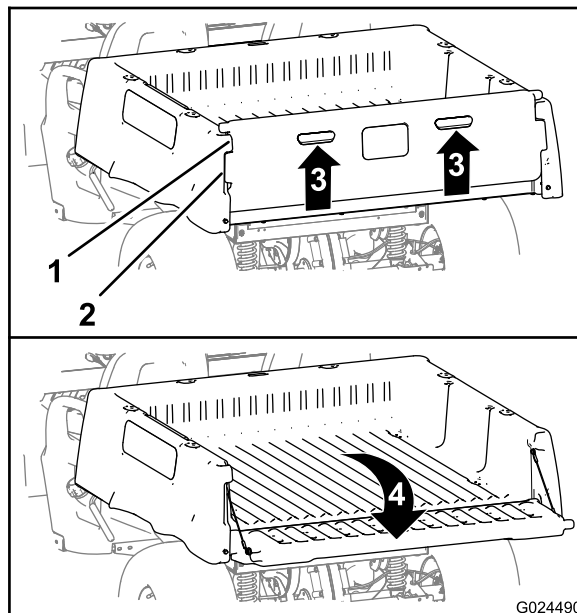

Рисунок 15
2. Поднимите захваты на задней панели откидного борта (Рисунок 15).
3. Совместите фиксирующие фланцы заднего откидного борта с отверстиями, расположенными между фланцами грузового кузова, предназначенными для откидного борта (Рисунок 15).
4. Поверните откидной борт назад и вниз (Рисунок 15).
6. Переместите откидной борт вверх и вперед так, чтобы фиксирующие фланцы откидного борта были заподлицо с его гнездом в грузовом кузове (Рисунок 15).
7. Опустите откидной борт до его посадки в задней части грузового кузова (Рисунок 15).